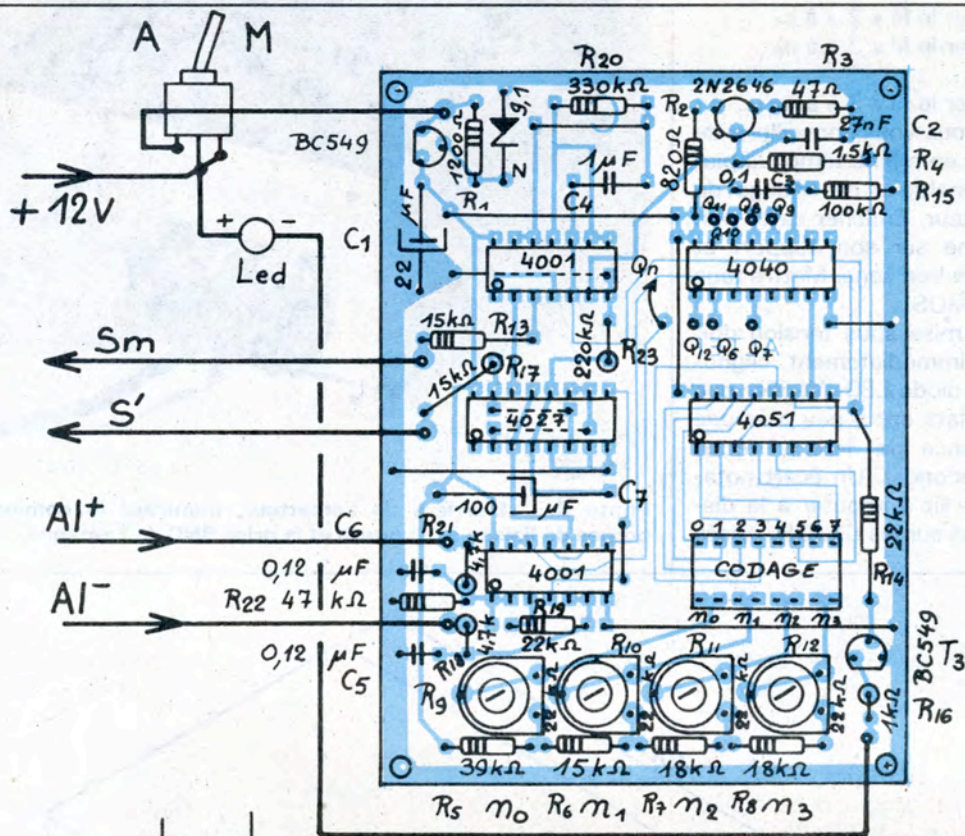

Fig. 15. - Pose des composants du codeur.
4. Câblage du codeur (voir fig.15)
Vérifier soigneusement. Connecter le fil souple Q_n sur Q_{12} . Régler les ajustables à mi-course. Relier la LED selon la figure 15. Prendre la plateforme pour composants et la câbler selon le code choisi et à garder secret ! Pour cela, souder un petit fil isolé, genre wrapping, sur chaque cosse 0 à 7. Relier les extrémités sur les cosses des notes déterminées par le code. Remarque que deux cosses sont disponibles par note. Si par exemple, vous avez choisi, (avec 4 notes) le code « 20103231 » :